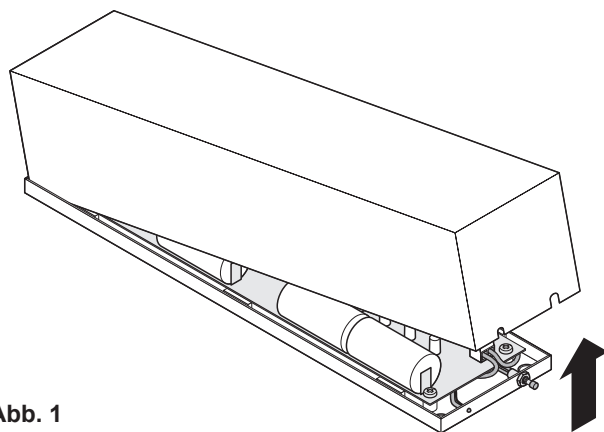

Abb. 1
1. Abdeckhaube abnehmen (Abb.1).